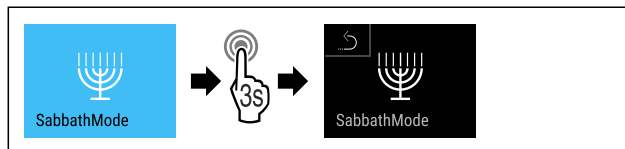

Fig. 16
- ▶ Suivre les étapes (voir Fig. 16).